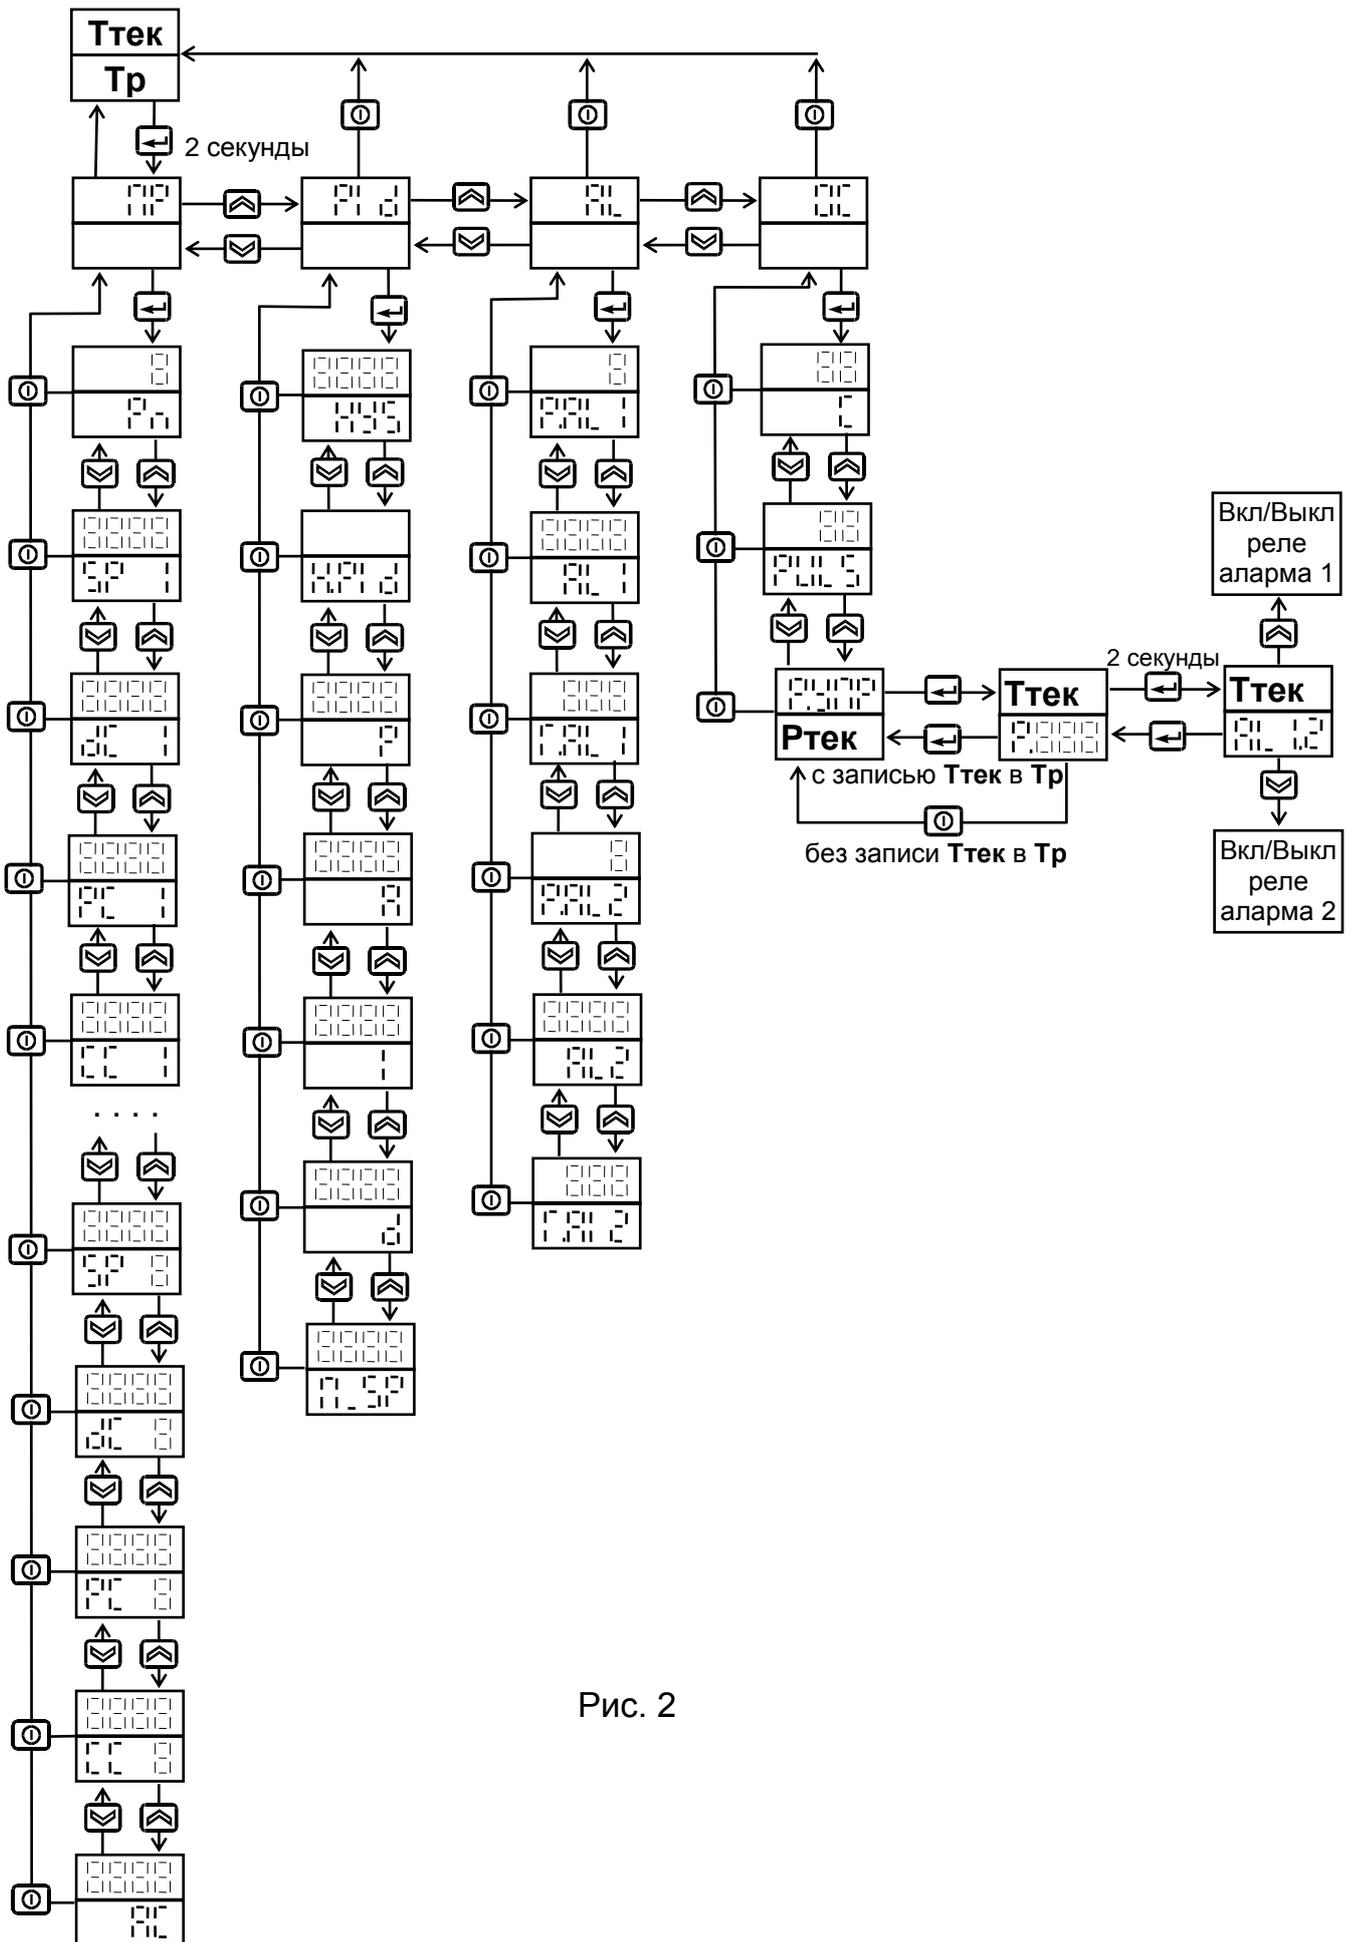
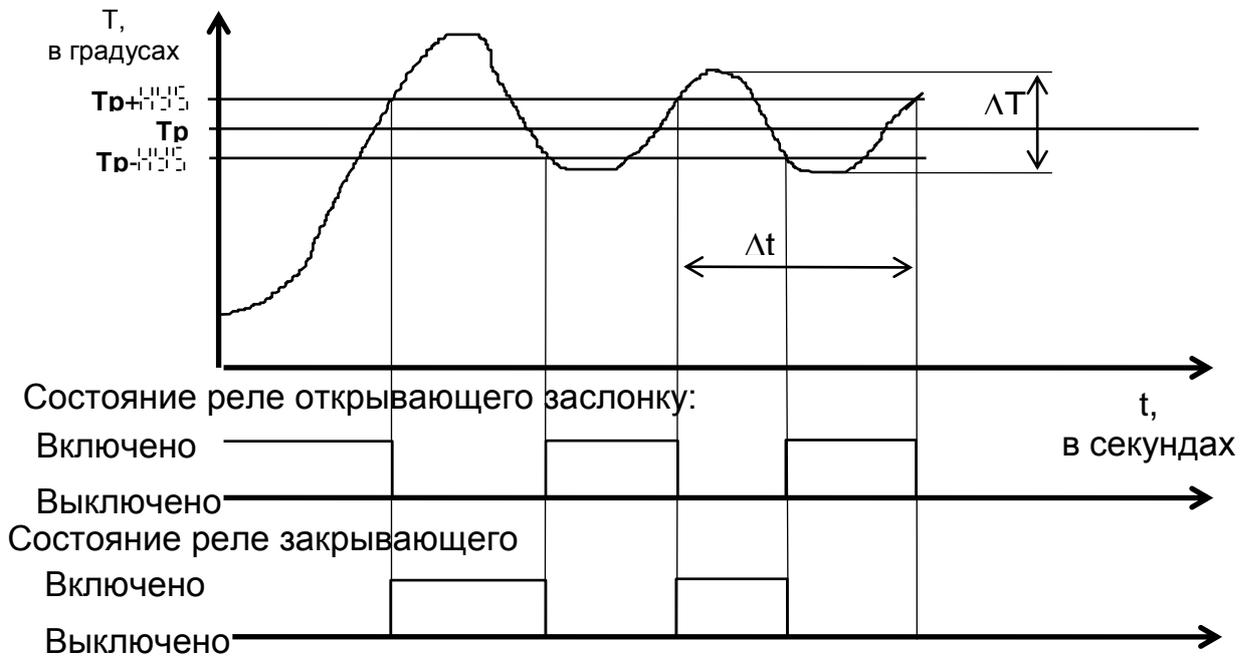

Рис. 2
Рис. 4
4.1. Подключить прибор согласно Рис.2 ПРИЛОЖЕНИЯ при выключенном общем питании. Проверить правильность подключения прибора.
- Для ввода других параметров, определяющих работу регулятора, нужно в режиме отображения текущей и заданной температуры нажать и удерживать кнопку  примерно две секунды до появления надписи P_{11} на верхнем индикаторе. Теперь из меню параметров можно выбирать и изменять те, которые необходимо (Рис. 2).
4.6 Автоматическая настройка параметров K_{out} , T_{int} , T_{diff} и T_{dead} запускается при нажатии и удержании в течение двух секунд кнопки  при индикации параметра T_{dead} в меню параметров T_{dead} (см. Рис. 2). Через две секунды после нажатия кнопки  прибор выходит из меню и переходит в режим автоматической настройки параметров K_{out} , T_{int} , T_{diff} и T_{dead} , о чем свидетельствует мигание светодиода 'H'. По окончании настройки параметров прибор переходит в режим поддержания заданной температуры T_r или к выполнению шагов программы (если параметр T_{dead} не равен нулю). Автоматическая настройка параметров осуществляется всегда для основного заданного значения T_r независимо от того, задана или нет программа регулирования по шагам. Настройка параметров K_{out} , T_{int} , T_{diff} и T_{dead} производится по методу предельных колебаний. Во время автоматической настройки параметров прибор полностью закрывает заслонку если $T_{тек} > T_r + \Delta T_{dead}$, и полностью открывает если $T_{тек} < T_r - \Delta T_{dead}$. При этом происходит колебательный процесс по температуре как показано на Рис.4.
4.8 Действие аварийного реле определяется параметрами режима работы, а также температурой задания и гистерезисом аварийного реле из меню P_n (см. Рис. 2). Параметры S_1 и S_2 задают режим работы аварийного реле. Существует 10 режимов работы:
- 2 - аналогично режиму 0, но отслеживание заданного условия начинается только после достижения текущей температурой основного заданного значения $T_{рег}$ (если параметр $P_n = 0$) или значения S_1 (если параметр $P_n \neq 0$). Считается, что текущая температура достигла заданной, если $|S_1 - T_{тек}|$ меньше или равно S_2 , где S_2 - параметр из меню P_n (см. Рис.2). В режиме останова реле выключено.
- 3 - аналогично режиму 1, но отслеживание заданного условия начинается только после достижения текущей температурой основного заданного значения $T_{рег}$ (если параметр $P_n = 0$) или значения S_1 (если параметр $P_n \neq 0$). Считается, что текущая температура достигла заданной, если $|S_1 - T_{тек}|$ меньше или равно S_2 , где S_2 - параметр из меню P_n (см. Рис.2). В режиме останова реле выключено.